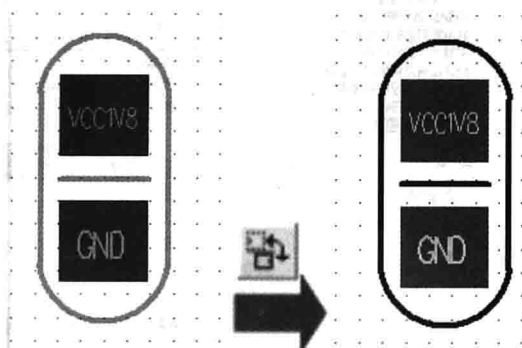

图 8-32 元器件翻面
④ 元器件翻面。单击翻面模式图标,选中元器件后即可进行翻面操作,也可以先选中元器件后,单击图标或按下【Ctrl+F】快捷键进行翻面,如图8-32所示。